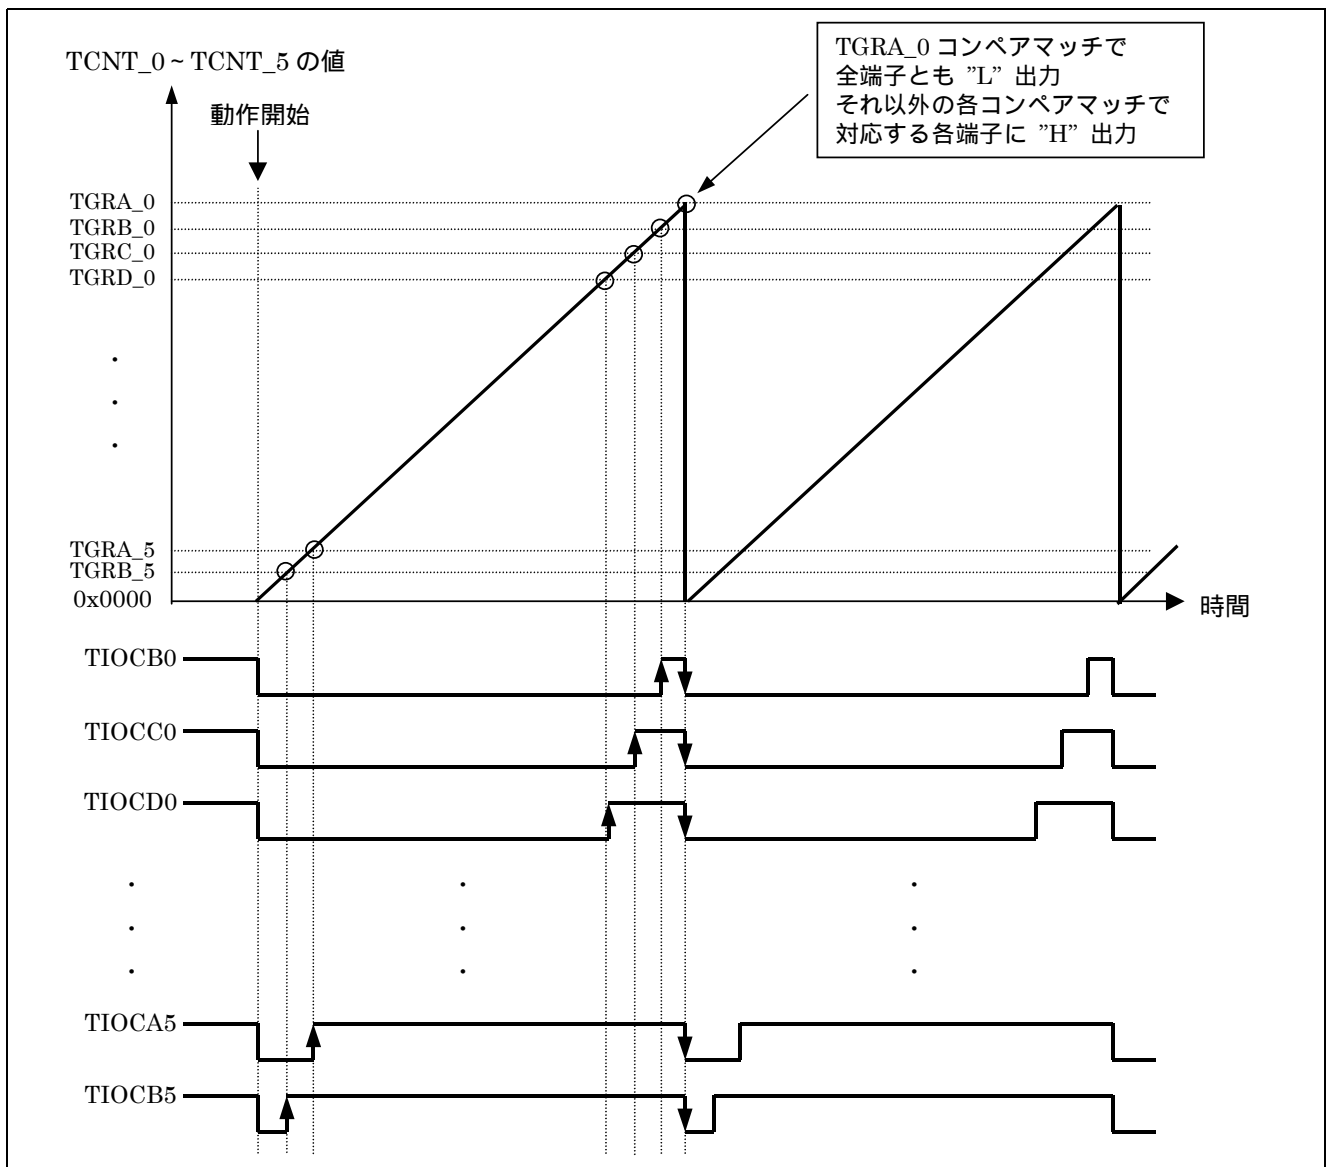

図 3 PWM15 相出力動作例
ここでは TPU1 のカウントクロックは周辺モジュール (P) / 1 としますので、P = 25MHz 時には TPU1 のカウントクロック = 40nsec となります。動作例を図 3 に示します。